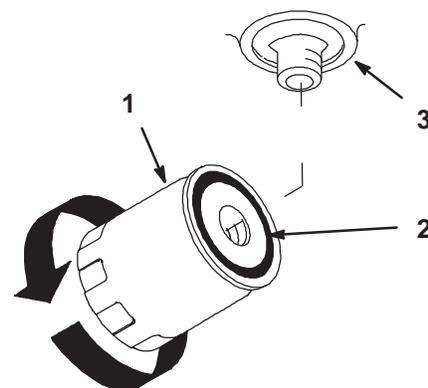

Figure 49
4. Appliquez une fine couche de liquide hydraulique sur le joint en caoutchouc du filtre de rechange (Fig. 49).
7. Quand le liquide déborde, tournez le filtre dans le sens horaire jusqu'à ce que le joint rejoigne l'adaptateur, puis donnez un demi-tour supplémentaire (Fig. 49).